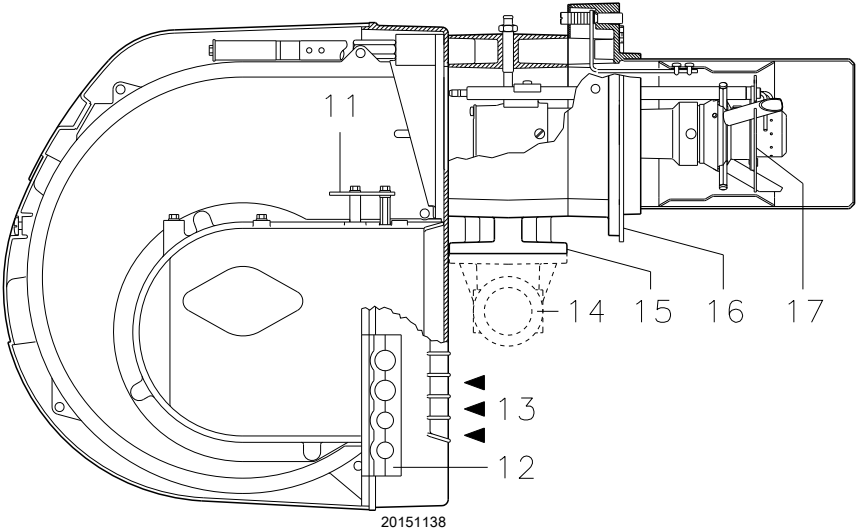

图 5
- (1) 参考条件 : 环境温度 20°C - 燃气温度 15°C - 大气压力 1013 mbar - 海拔 0 m a.s.l.
(2) 测试点处的燃气压力 16)(图 5) 为炉膛压力为零且燃烧器处于最大出力运行时的压力。
(3) 噪音测试在制造商燃烧实验室内进行, 燃烧器在测试锅炉上以最大出力运行。